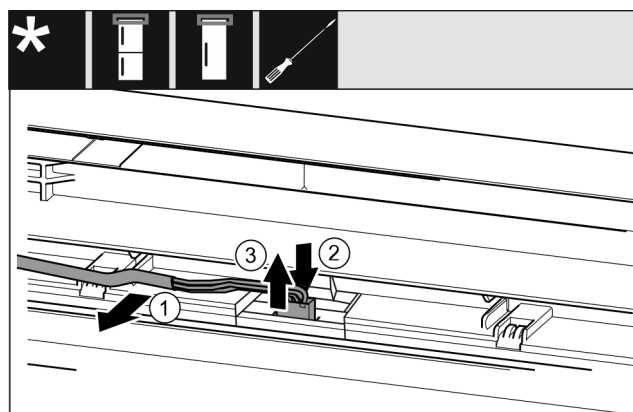

Fig. 20
- 将灰色电缆小心地从门内的导向装置上松开。Fig. 20 (1)
- 向后按住插头后方的接片。Fig. 20 (2)
- 小心地向上拉出插头。Fig. 20 (3)